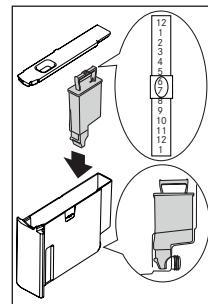

Fig. 37
- Faites coulisser le pointeur d'indicateur de date (voir Fig. 37) jusqu'à ce que les mois d'utilisation soient affichés (le filtre dure environ 2 mois).
- Insérez le filtre dans le réservoir d'eau et appuyez dessus jusqu'à ce qu'il touche le fond du réservoir (voir Fig. 37).